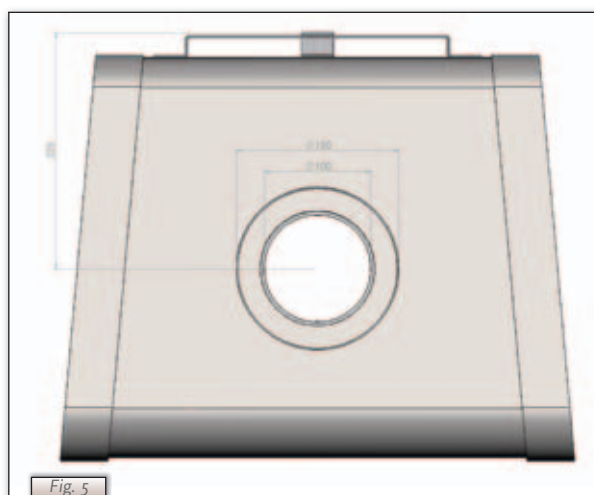

Fig. 5
- ➡ Maak een doorvoer voor het verbrandingsgasafvoer-/verbrandingsluchttoevoersysteem met de onderstaande diameter; zie voor details paragraaf 6.5 en Fig. 5.
- ! Let op** - Gebruik uitsluitend het door DRU geleverde concentrische systeem (Ø100 / Ø150 mm, (zie Fig. 5)). Dit systeem is samen met het toestel gekeurd. DRU kan de goede en veilige werking van andere systemen niet garanderen.